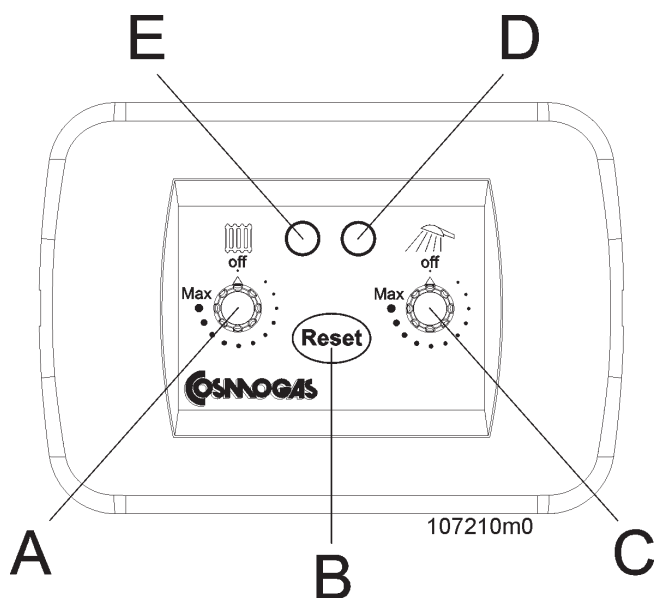

Рисунок 32 - Удаленная панель управления
Если котел подключен к удаленной панели управления (см.рис. 32), управление функциями по регулировке температуры отопления и регулировке температуры ГВС выполняются прямо с удаленной панели управления, следующим образом:
- регулировка температуры отопления выполняется от рукоятки "А" рис. 32.
- регулировка температуры ГВС выполняется от рукоятки "С" рис.32.